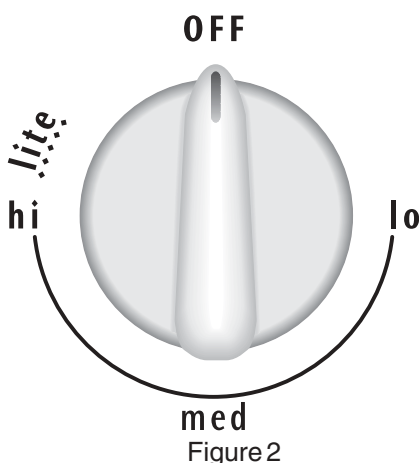

Figure 2
2. Appuyez sur le bouton de commande et tournez-le **dans le sens inverse des aiguilles d'une montre** (voir figure 2)